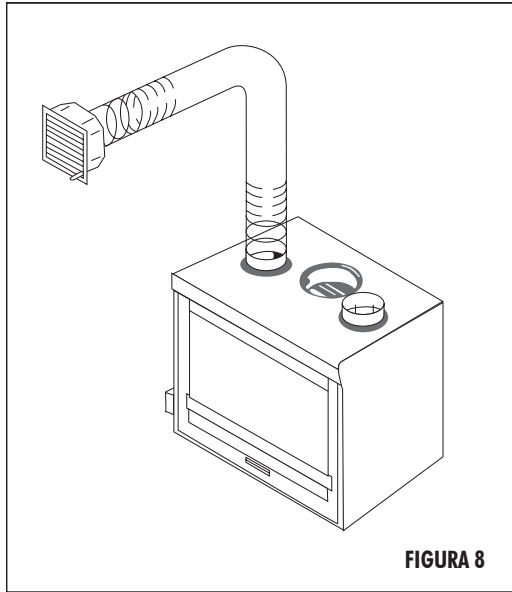

FIGURA 8
c) Cada tubo no deberá superar los 1,5 mts de longitud para ventilación por convección natural y 4 mts para ventilación con convección forzada. Deberá aislarse con materiales incombustibles para evitar ruido y dispersión de calor (**figura 8 y 9**).